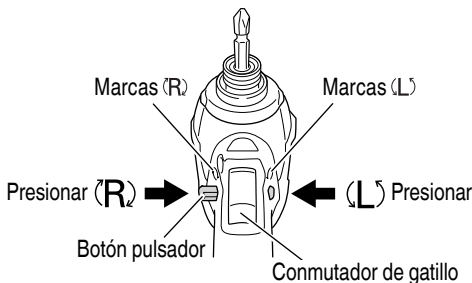

Fig. 10
- El manguito girará hacia la derecha (mirándola desde atrás) al oprimir el lado R (der.) del botón pulsador. El lado L (izq.) del botón pulsador se usa para hacer girar el manguito hacia la izquierda. (Vea la Fig. 10). (Las marcas «L» y «R» están en el cuerpo del taladro.)